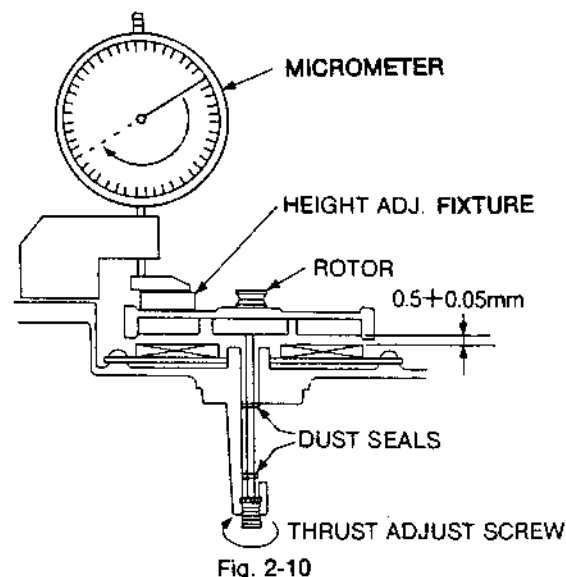

Fig. 2-10
- Die Spurlagerschraube Pos. 41(1) so einstellen, daß der Luftspalt 0,5 – 0,55 mm groß ist, siehe Fig. 2-10